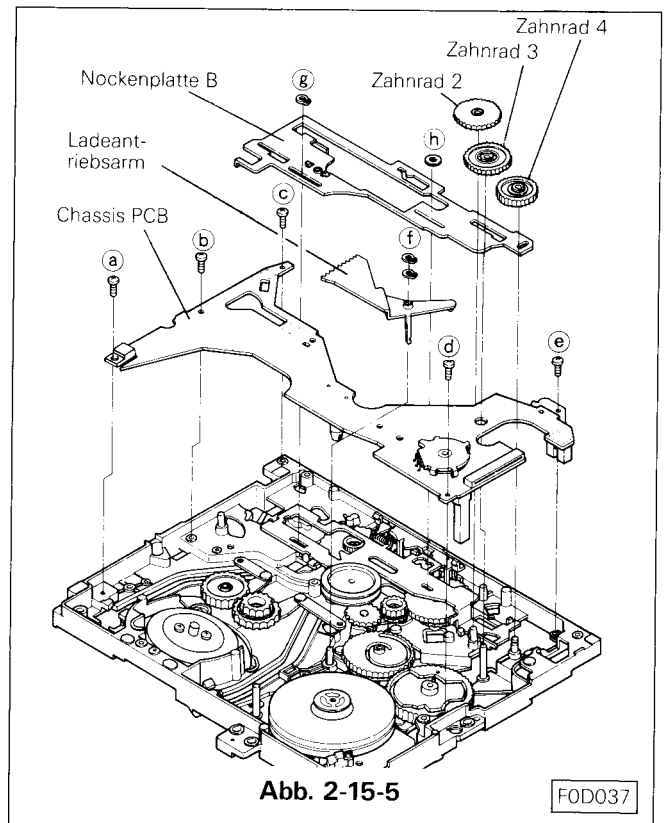

Abb. 2-15-5
- L. F/L Zahnrad 2, 3 und 4 einsetzen. (Siehe Abb. 2-15-5)